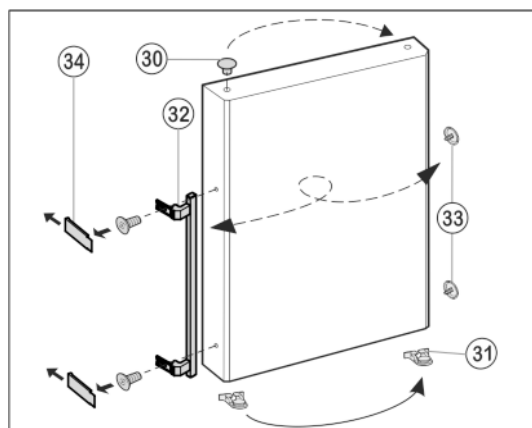

Fig. 12
- ▶ Wyciągnąć wkładkę Fig. 12 (30) z zawiasu drzwi i przełożyć na drugą stronę.
- ▶ Zdemontować uchwyt drzwi Fig. 12 (32), zatyczki Fig. 12 (33) oraz płytki dociskowe* Fig. 12 (34) i przełożyć je na przeciwną stronę.